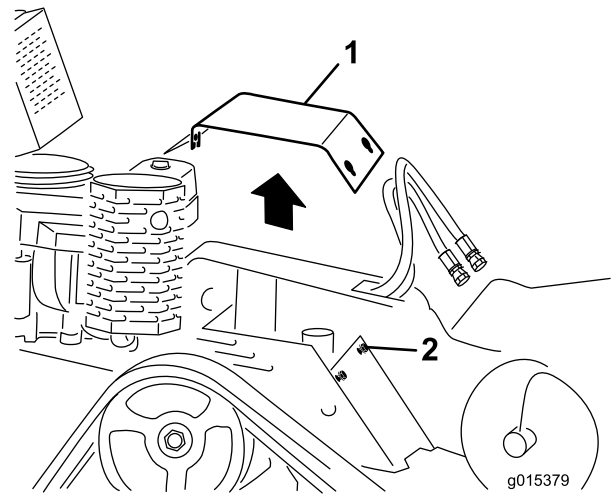

Figura 25
3. Allentate uno dopo l'altro i 3 bulloni che fissano la piastra di copertura al telaio, fino a liberare completamente il coperchio (Figura 25).
2. Fate scorrere la piastra di copertura nella sua sede e fissatela con i 3 bulloni allentati in precedenza (Figura 25).